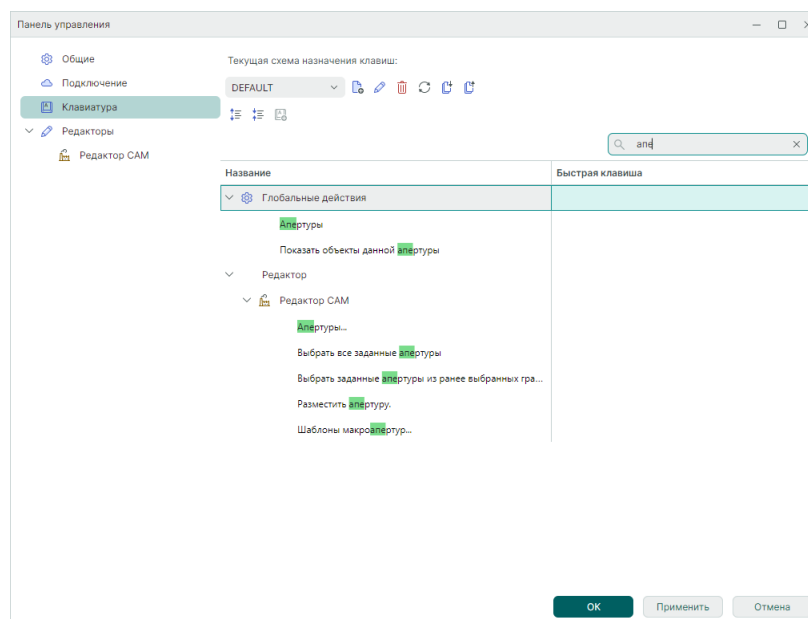

Рис. 56 Поиск действий, клавиш, комбинаций клавиш
1. Установите курсор в поле «Поиск...» и введите наименование требуемого действия. По совпадению введенных букв поисковая система отфильтрует имеющиеся действия, см. Рис. 56.